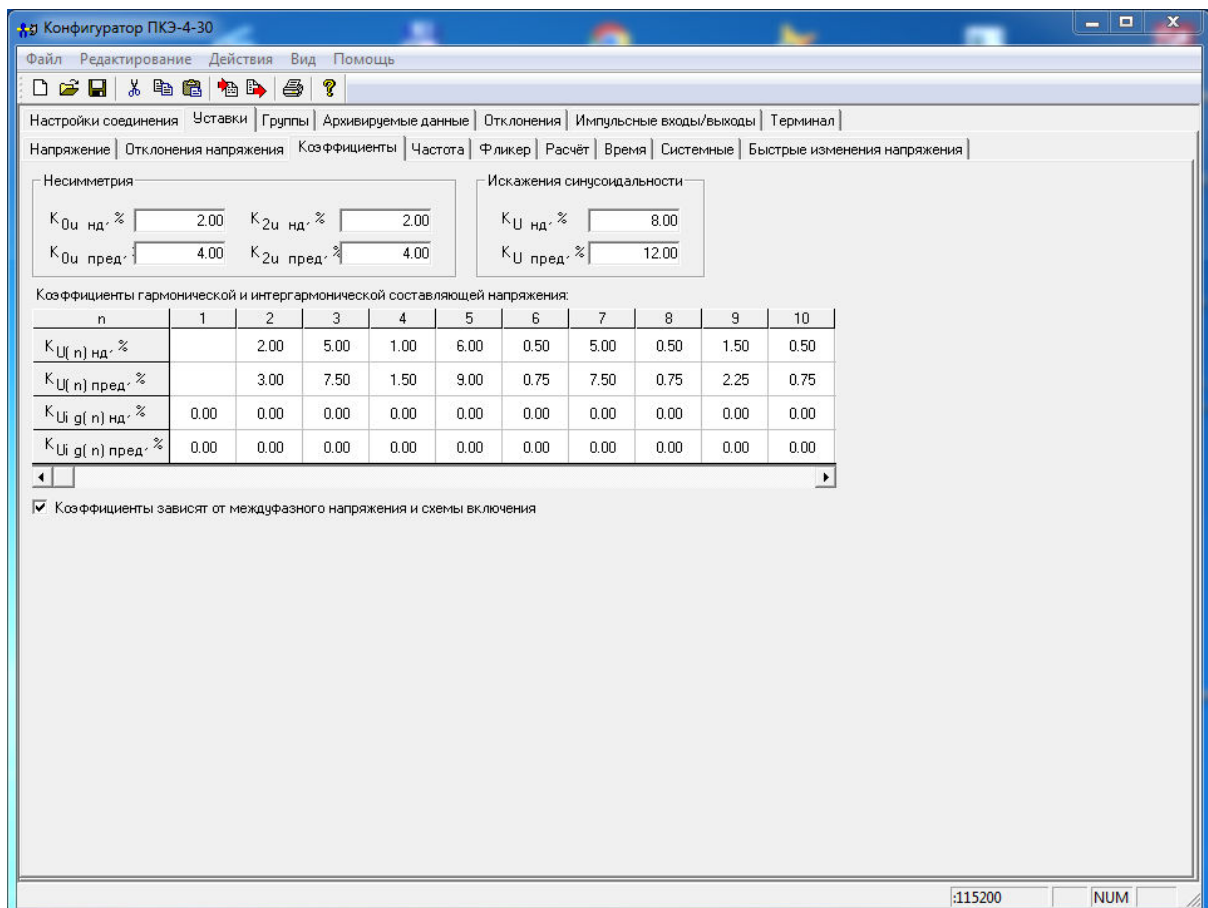

Рисунок 37
**Закладка «Коэффициенты»** (рисунок 37) предназначена для задания нормально и предельно допустимых значений коэффициентов несимметрии по нулевой и обратной последовательности, искажения синусоидальности и  $n$ -ой гармонической составляющей. Для ввода значения необходимо поставить курсор в окно, соответствующее выбранной характеристике, и набрать с клавиатуры необходимое значение.